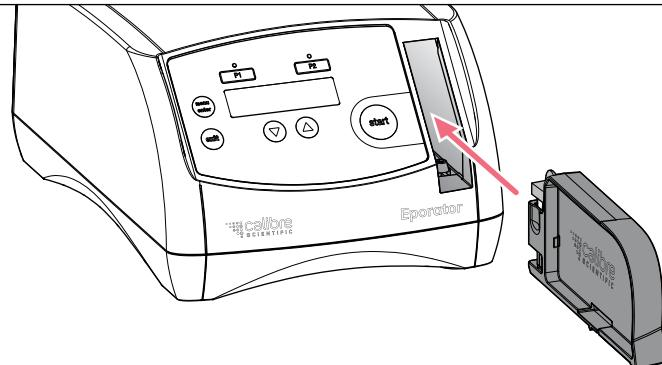

Imagen 5-4: Insertar la unidad enchufable
7. Empuje la unidad enchufable hacia el interior de la respectiva abertura del Electroporador hasta que encaje de manera perceptible (Fig. 5-4 en pág. 68).